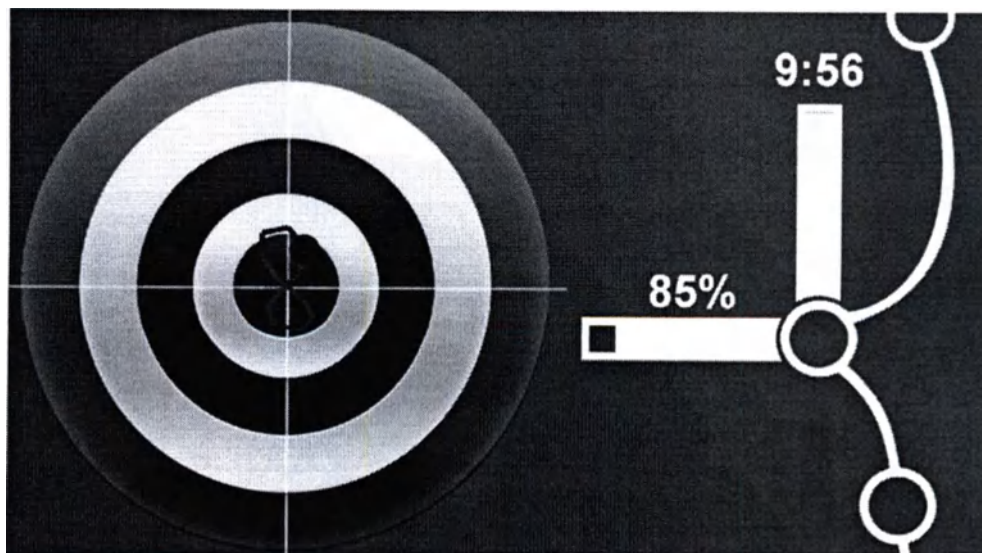

Рис.11.5. Экран монитора БОС с игрой-тренажером
- 11.8. На мониторе БОС автоматически запускается игра-тренажер (Рис. 11.5)